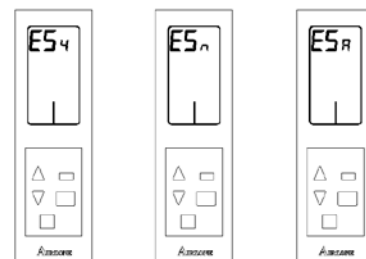

Fig. 99
- **Dirección de zonas secundarias (esclavas) ES:** Muestra las salidas de control secundarias asociadas a este termostato. Si aparece el valor  $n$ , indica que este termostato no tiene ninguna salida de control secundaria asociada. Para visualizar, añadir o quitar un control de salida secundario al termostato pulse el botón de confirmación , el valor del menú se pondrá a parpadear, esto indica que está dentro del menú. Utilice las flechas  $\Delta$ / $\nabla$  para ver las salidas asociadas. (Fig. 99)